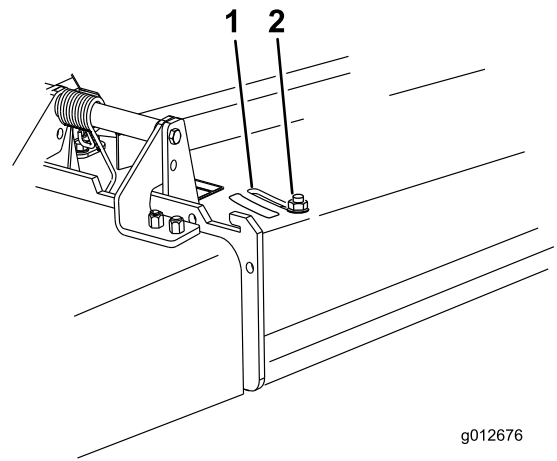

Bild 14
- Lösen Sie die Mutter, um das Ablenkblech einzustellen (Bild 14).